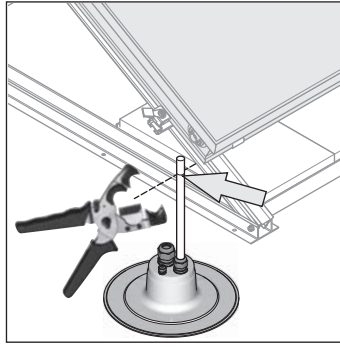

Figura 3-26 Acortar las conexiones
5. Cortar en la marca la línea de impulsión (arriba en el colector/VA 15 Solar) así como la de retorno (abajo en el colector/VA 18 Solar) (figura 3-26).